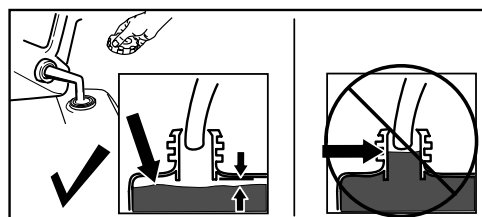

Figure 13
- Retirez l'obstruction de la goulotte; voir Dégagement de la goulotte d'éjection \(page 20\). Dégagez la goulotte à l'aide de l'outil de nettoyage (Figure 13), jamais avec la main.